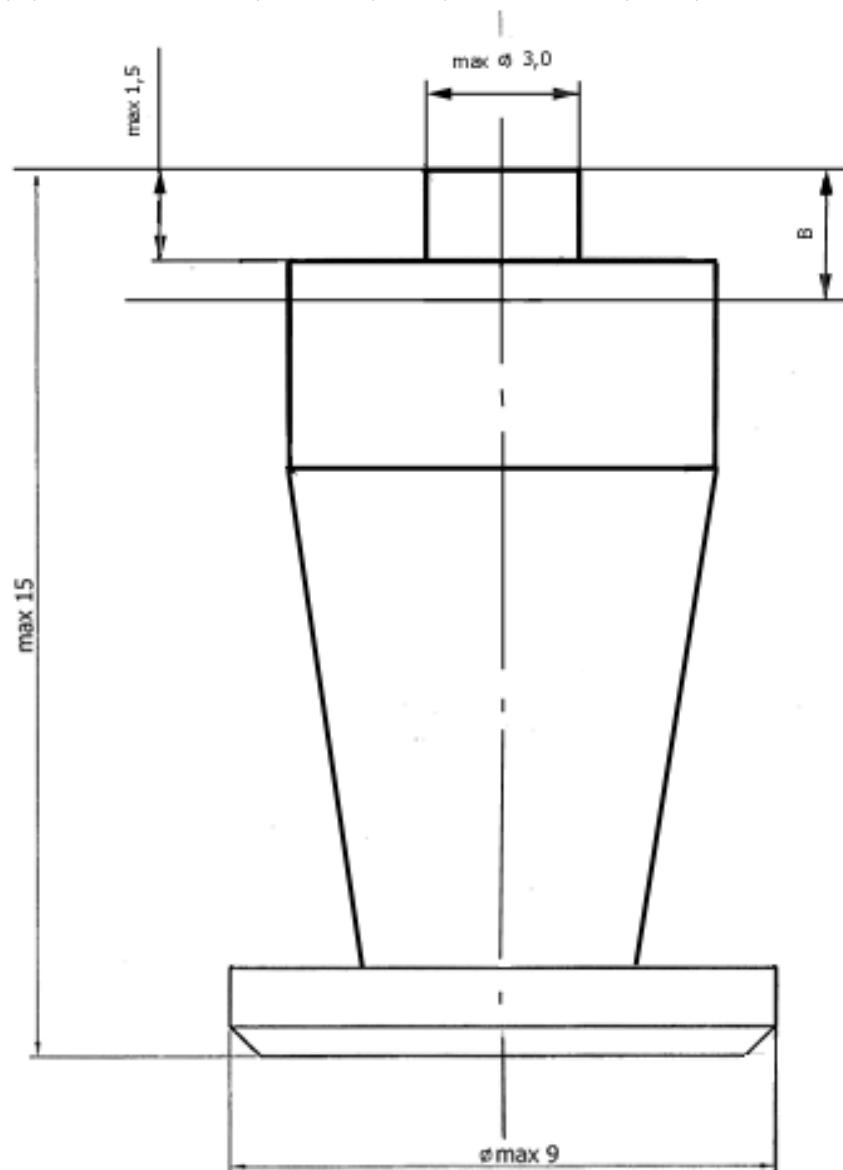

Рис.2.
- форма шипа и геометрические размеры свободны, кроме указанных на Рис. 2;